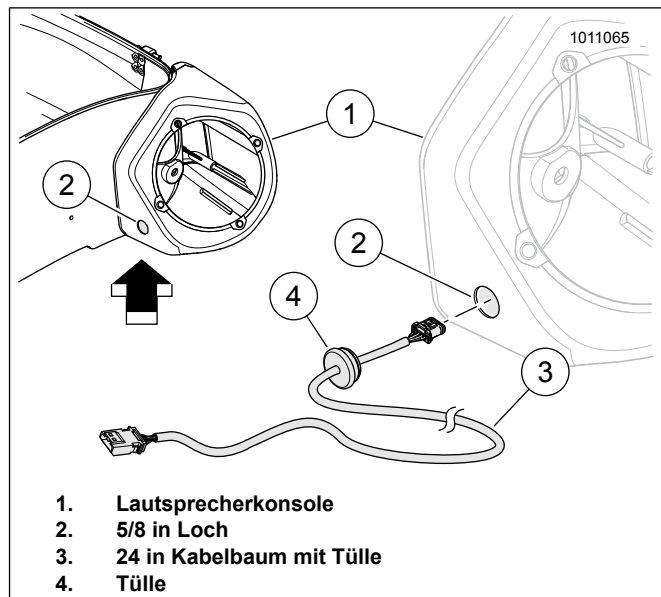

Abbildung 16. Linke Lautsprecherkonsole
Siehe Abbildung 16. In jede Lautsprecherkonsole (1), ungefähr wie dargestellt, ein 16-mm-Loch (5/8 in) (2) bohren.
9. Die Tülle (4) ungefähr 15 cm (6 in) vom Ende des Kabelbaums (3) schieben.
10. Die Stiftstecker des Kabelbaums mit der Tülle (4) einsetzen. Die Tülle (4) in das Loch drücken, indem Sie mit einer verjüngten Kante der Tülle im Loch beginnen. Wenn die Tülle ordnungsgemäß eingebaut wurde, sitzt die Außenseite der Tülle an der Außenseite der Lautsprecherkonsole auf. Die Tülle rundherum in Position drücken.